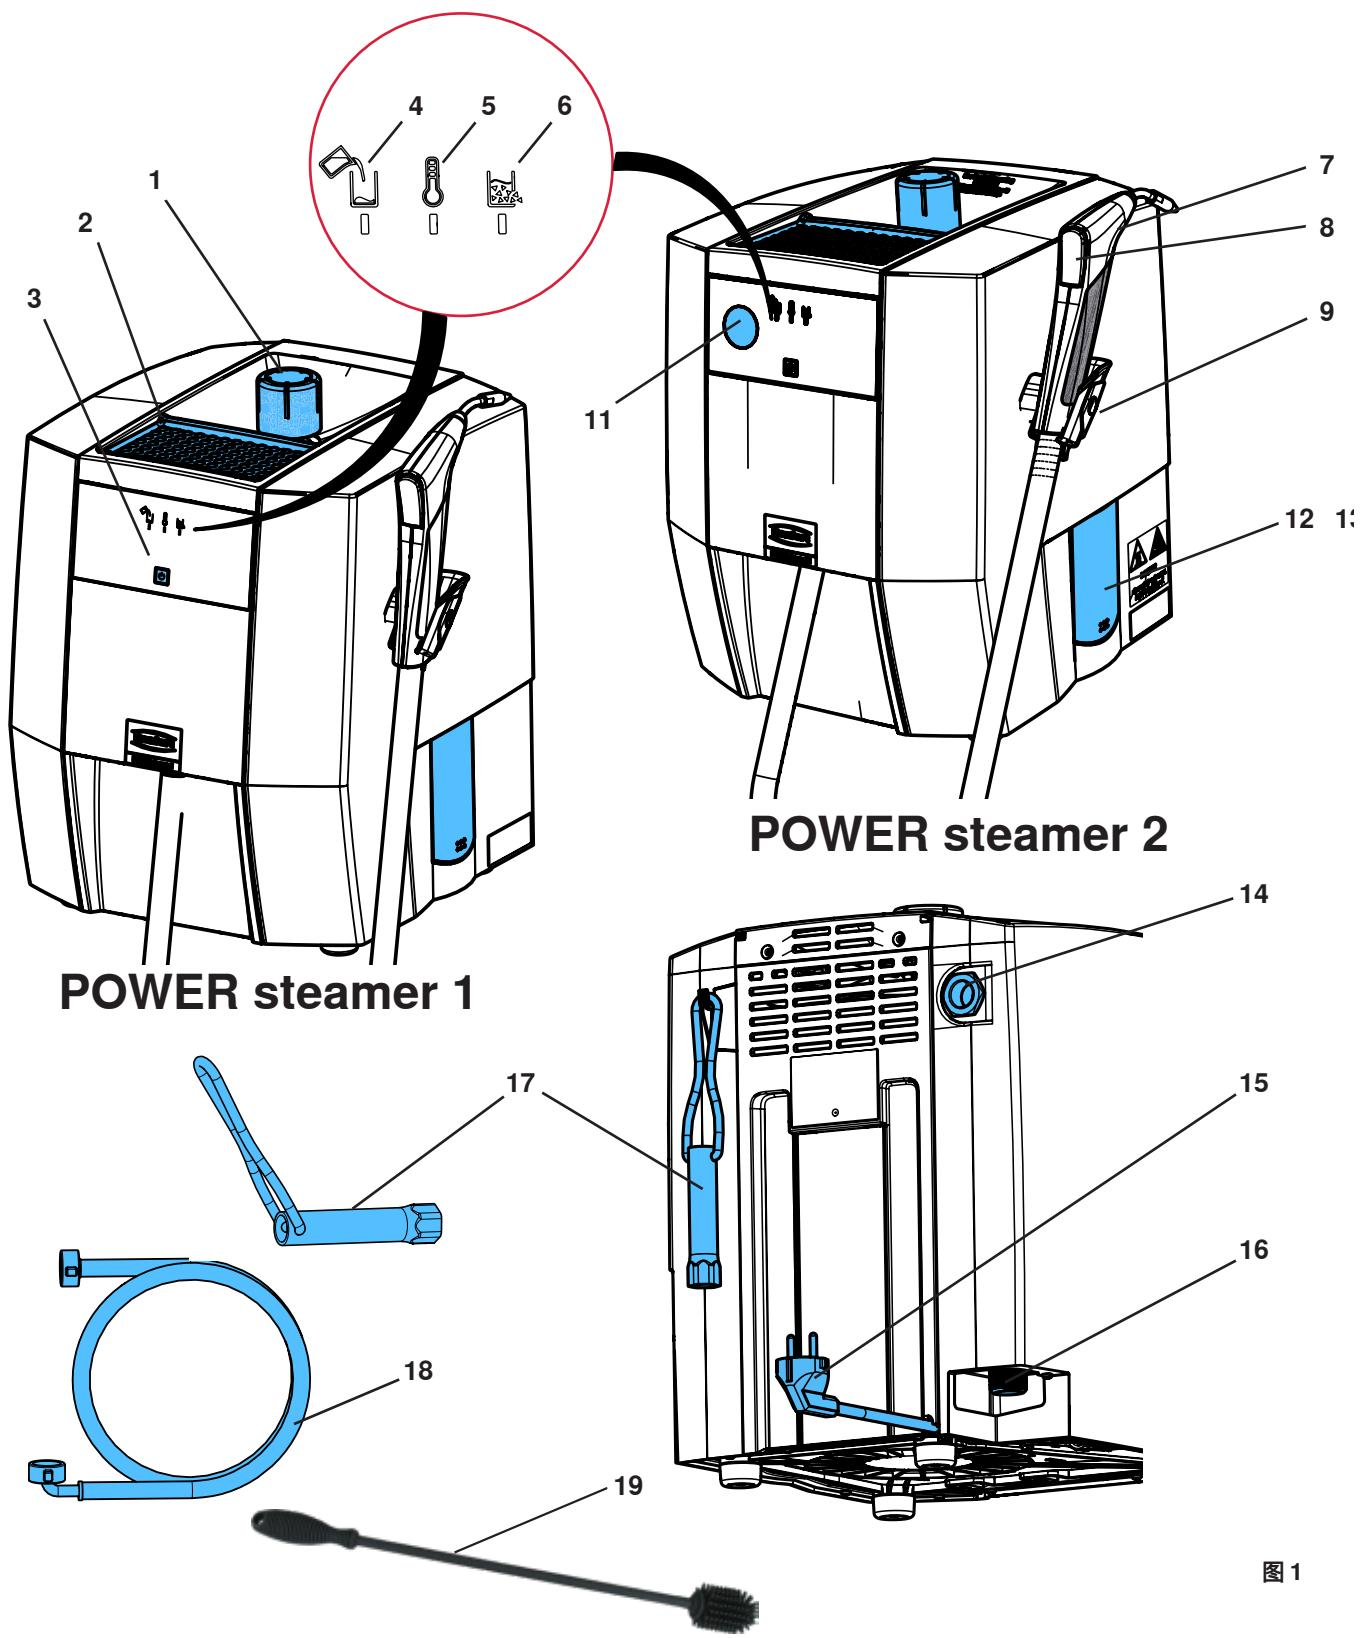

图 1
- 放置好机器, 让蒸汽可以没有风险地从超压阀的出口排出。(14, 图1)。
石膏模型或包埋材模型可以放在模型托盘上晾干（图 1, 2）。
⇒ 拧入罐盖（图1, 1）。
- ! 放置好机器，让蒸汽可以没有风险地从超压阀（图1,14）的出口排出。例如，不要将机器放在电源插座前面；
不能关闭或堵塞超压阀的出口（图1,14）。
有加压蒸汽造成的危险! 在打开维修盖之前, 请确保压力罐没再加压。为此, 请打开罐盖 (图1, 1) 并卸下。
- ⇒ 放置好机器, 使水可以从维修口 (图1, 12/13) 流入水槽。